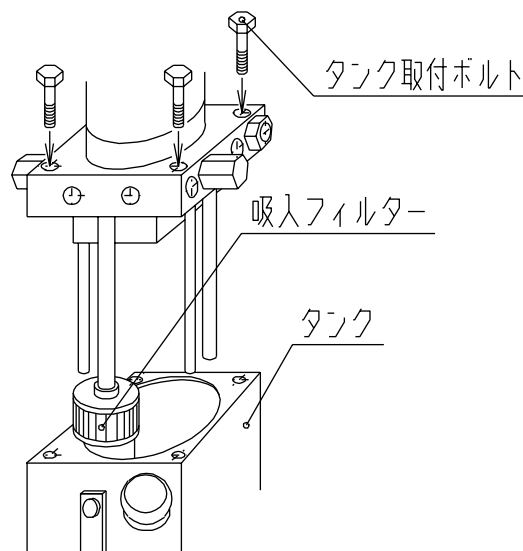

図6 吸入フィルターの洗浄
- (1) 吸入フィルターが目詰まりすると騒音や流量不足の原因となります。定期的に洗浄して下さい。1日、8時間程度の使用で、1年に1～2回行なって下さい。
- (2) タンク内に吸入フィルターが組み込まれています。図6に示す4本のタンク取付けボルトを緩めてタンクを取り外して行なって下さい。